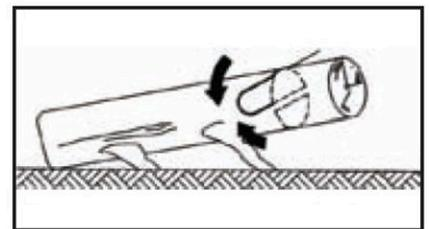

Fig. 4B
2. Tronco apoyado en un extremo: Primero, corte desde abajo (bajo) 1/3 del diámetro del tronco para evitar que se astille. En segundo lugar, corte desde arriba (sobre la parte inferior) para coincidir con el primer corte y evitar pellizcos (Fig. 4B).